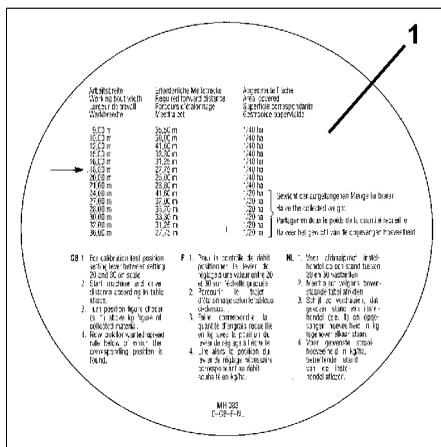

Fig. 32
4. Le tabelle per determinare la distanza richiesta [m]. (Fig. 32).